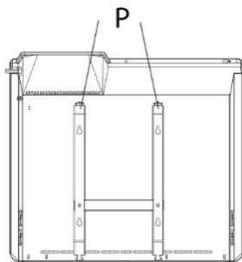

Рис. 4
- Опустите вниз две задвижки «Р» (см. рис. 4) на задней панели обогревателя, и потяните прибор на себя.